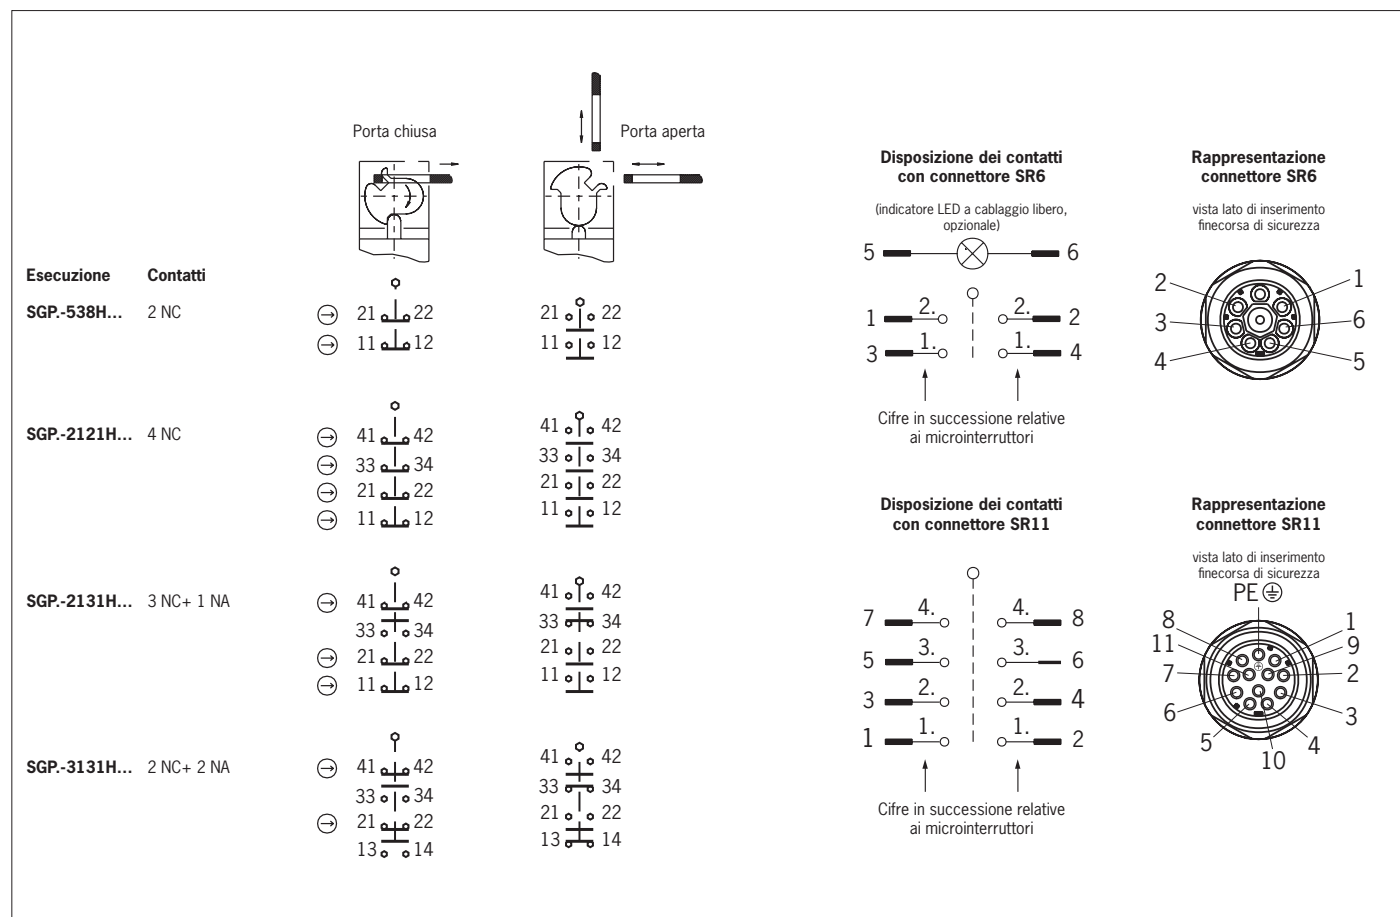

Fig. 2: Microinterruttori e commutazioni
Occorre utilizzare almeno un contatto \rightarrow . Questo segnala la posizione del riparo (per la disposizione dei contatti vedere Fig. 2).
3. Collegare e serrare i morsetti con una coppia di 0,5 Nm (per la disposizione dei contatti vedere Fig. 2).